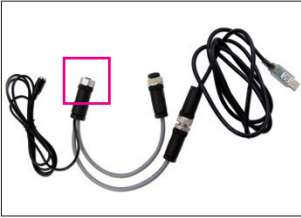

Abb. 5: Kabelsatz im Lieferumfang
- Bei Sartorius Stedim Biotech kann ein Ersatz-Netzteilkit für BioPAT® Xgas bestellt werden (SB-20-02-0002), siehe „Abb. 5: Kabelsatz im Lieferumfang“.